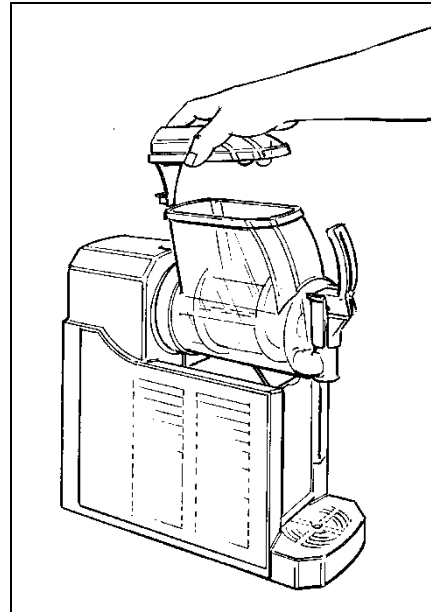

Fig. 1
Installer l'appareil sur une surface horizontale et solide de manière à ce que la carrosserie de l'appareil soit bien ventilée (au moins 20 cm d'espace libre, fig.1), installer l'appareil dans un environnement sec et éviter de l'installer près
- **R**etirer le couvercle comme indiqué en figure 1.